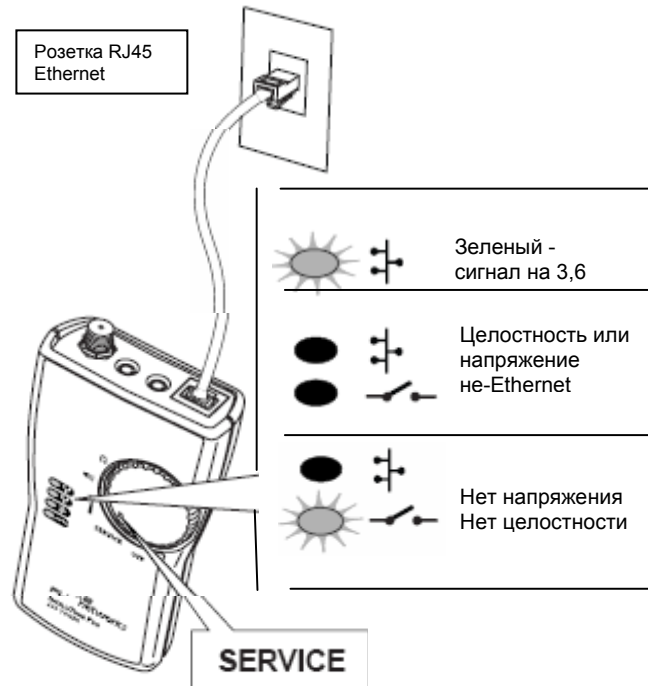

Рисунок 4. Подтверждение подключения к сети Ethernet
4. Светодиод Ethernet покажет наличие сигнала на контактах 1, 2 или 3, 6, как показано на рис.4.